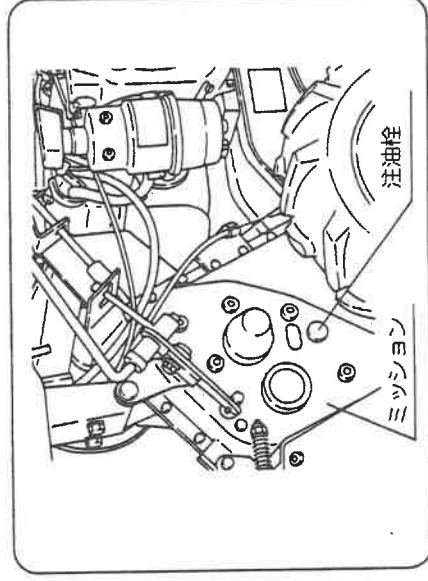

図34
- ① 注油栓を取外してください。(図34)
- ③ 給油口からミッションオイルをゆっくりに油してください。(図34)